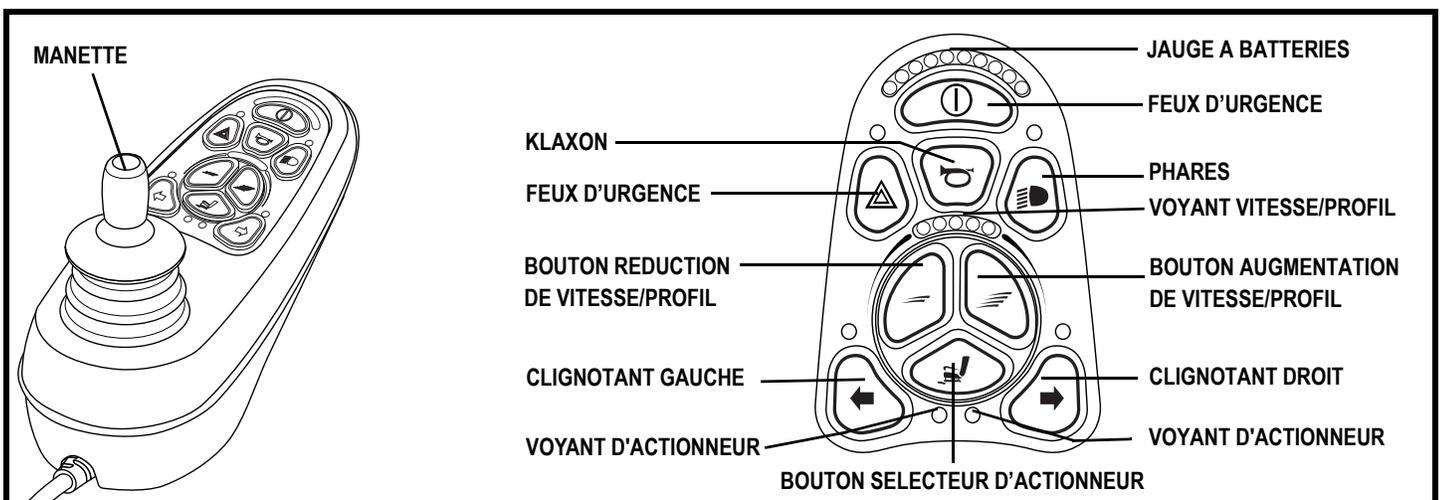

Figure 12. Clavier et contrôleur VR2 (9-boutons)
1. Pesez sur le bouton «on/off» pour allumer le fauteuil. **Voir la figure 12.**
2. Pesez sur le bouton "actionneur" pour le sélectionner. Le voyant d'actionneur gauche s'allumera. **Voir la figure 12.** Alors que le voyant est allumé, sélectionnez la fonction "siège électrique" inclinaison ou bascule motorisée.
5. Pesez à nouveau sur le bouton «on/off» pour retourner en mode normal de fonctionnement. **Voir la figure 12.**